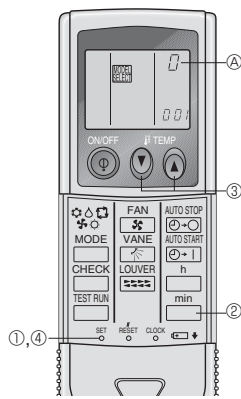

Fig. 6-9
**3) Operación de ajuste del número de par del controlador remoto inalámbrico por infrarrojos (Fig. 6-9)**
① Pulse el botón SET con algún objeto puntiagudo.